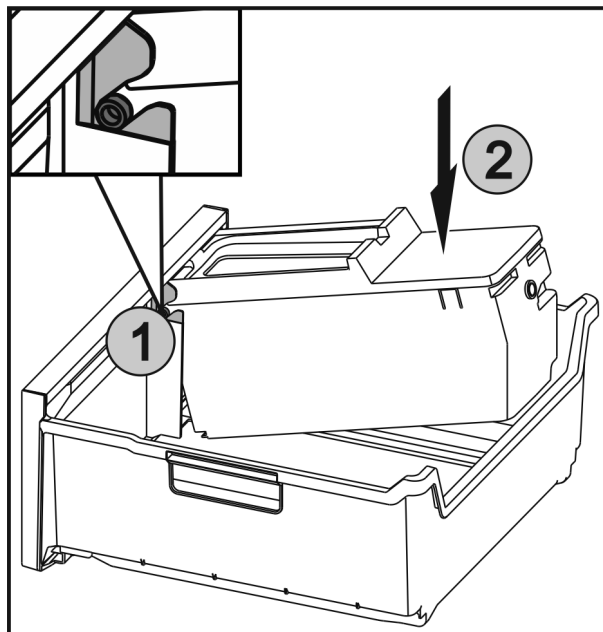

Fig. 42
- ▶ Osie Fig. 42 (1) na EasyTwist-Ice wsunąć w prowadnicę, a tylną stronę wcisnąć, Fig. 42 (2) aż nakładka się zązębi.